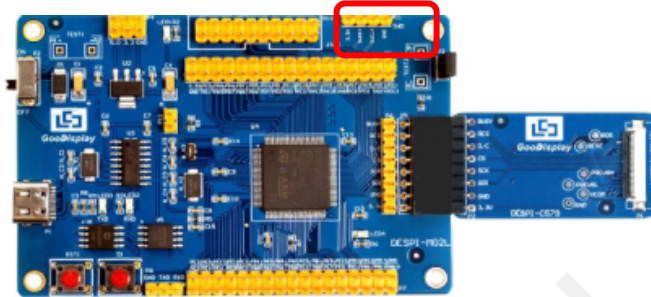

图 10 SWD 接口
1) 如图 10 所示，开发板预留了四线 SWD 接口，可以将其通过杜邦线接在仿真器对应接口上，连接仿真器到计算机。